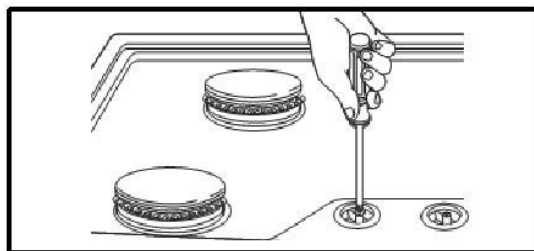

Figure 25
- 2) Tournez la poignée du brûleur de la table de cuisson à "BAS" (LO) tout en observant la flamme.
- Pour ajuster la flamme, enlevez les poignées, insérez un tournevis à travers le trou d'accès dans l'arbre de soupape comme montré (voir Figure 25). Faire les ajustements en tournant lentement le tournevis jusqu'à ce que l'apparence de la flamme soit correcte.